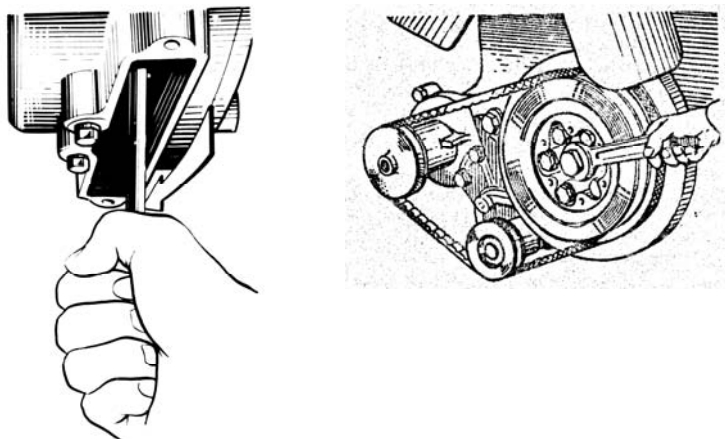

Рис. 61. Проворачивание коленчатого вала
- 4 Проворачивая коленчатый вал по часовой стрелке (при виде со стороны вентилятора) спереди ключом за болт крепления шкива или сзади ломиком за маховик через люк в нижней части картера маховика, используя отверстия в маховике (рис. 61), установить момент, когда впускной клапан первого цилиндра полностью поднимется (то есть закроется). Продолжая вращать коленчатый вал, провернуть его еще примерно на 1/3 оборота ($\approx 120^\circ$). Это положение коленчатого вала соответствует такту сжатия в первом цилиндре и оба клапана этого цилиндра будут закрыты.
Вращать коленчатый вал можно ключом за болт крепления шкива коленчатого вала или ломиком за отверстия в маховике (рис. 61) при снятой крышке люка картера маховика.